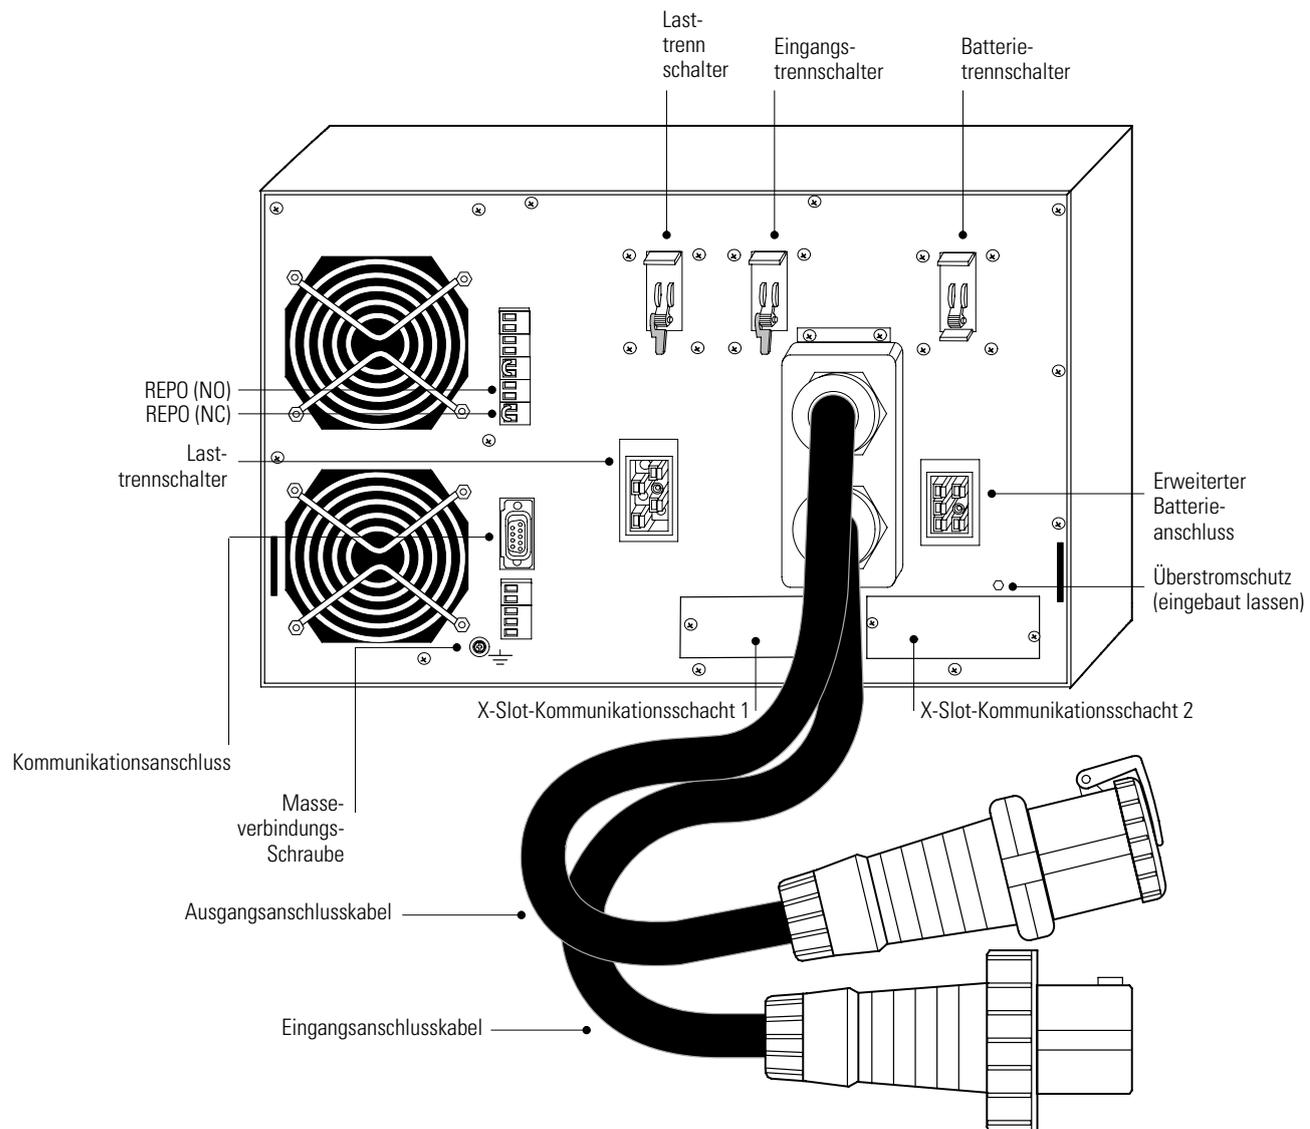

Abbildung 32. BladeUPS-Rückwand (dargestellt als Standalone-USV mit Ausgangsanschlusskabel IEC 309-60A)
1. Überprüfen, ob die Trennschalter an der USV-Rückwand in der Position OFF (O) stehen (siehe Abbildung 32 auf Seite 32).
4. Wenn das Rack über Anschlüsse zum Erden ungeerdeter Metallteile verfügt, das Massekabel (nicht im Lieferumfang enthalten) an der Masseverbindungsschraube anschließen. Siehe Abbildung 32 für die Lage der Masseverbindungsschraube.
HINWEIS Es wird empfohlen, die Powerware HotSync-CAN-Bridge-Karte in den X-Slot-Kommunikationsschacht 2 einzubauen (siehe Abbildung 32 auf der Seite 32), sodass X-Slot-Kommunikationsschacht 1 noch für weitere Arten von X-Slot-Einschubplatz-Karten zur Verfügung steht.
16. Wenn das Rack über Anschlüsse zum Erden ungeerdeter Metallteile verfügt, das Massekabel (nicht im Lieferumfang enthalten) an der Masseverbindungsschraube anschließen. Siehe Abbildung 32 auf Seite 32 zur Position der Masseverbindungsschraube.
HINWEIS Es wird empfohlen, die Powerware HotSync-CAN-Bridge-Karte in den X-Slot-Kommunikationsschacht 2 einzubauen (siehe Abbildung 32 auf der Seite 32), sodass X-Slot-Kommunikationsschacht 1 noch für weitere Arten von X-Slot-Karten zur Verfügung steht.
12. Wenn das Rack über Anschlüsse zum Erden ungeerdeter Metallteile verfügt, das Massekabel (nicht im Lieferumfang enthalten) an der Masseverbindungsschraube anschließen. Siehe Abbildung 32 auf Seite 32 zur Position der Masseverbindungsschraube.
HINWEIS Es wird empfohlen, die Powerware HotSync-CAN-Bridge-Karte in den siehe Seite 33 2 einzubauen (siehe Abbildung 32 auf der Seite 32), sodass siehe Seite 33 1 noch für weitere Arten von siehe Seite 33 Karten zur Verfügung steht.